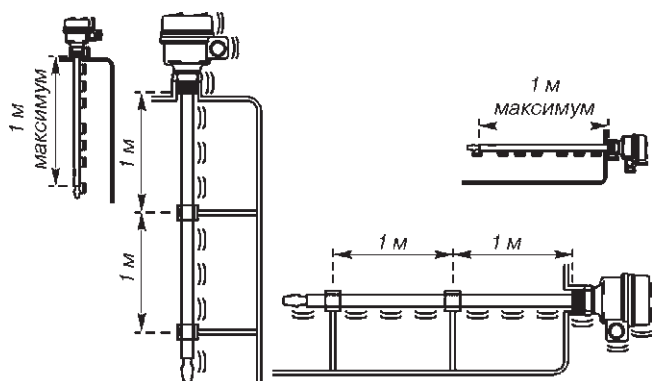

Рис.2. Укрепление вилки сигнализатора при наличии сильных изгибающих нагрузок.
- Избегайте вибрации вилки, имеющей большую длину, посредством ее укрепления (см.рис.2).